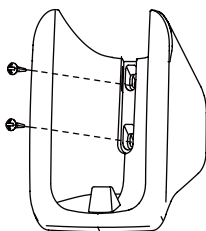

Abbildung 2.3
1) Verwenden Sie die Schrauben (Zubehörteile), um die Halterung der Fernbedienung in einer stabilen Position zu befestigen und zu sichern (siehe Abbildung 2.3); Vergewissern Sie sich, dass Sie „1. Sicherheitsvorkehrungen“ bei der Auswahl des Aufstellortes berücksichtigen..